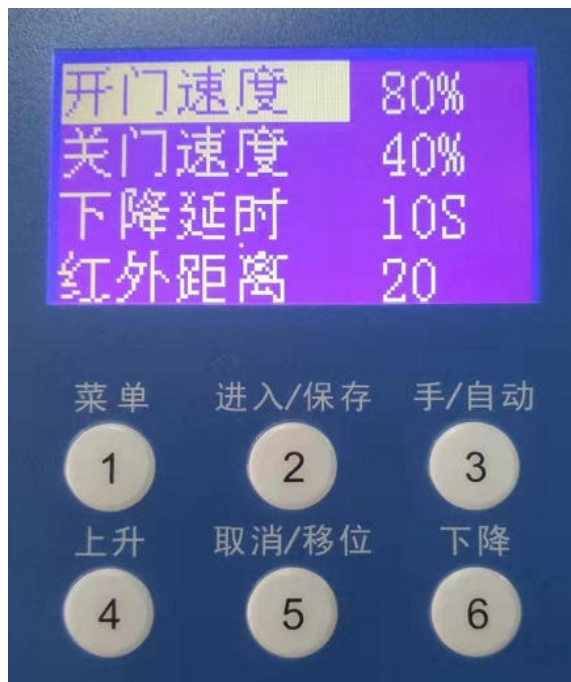

图1
1) 进入如下设置界面后，“按④上升”/“⑥下降”按键将光标移至“开门速度”如下图1所示；按“②进入/保存”按键将光标移至“开门速度”对应对应的参数值上如下图2所示；